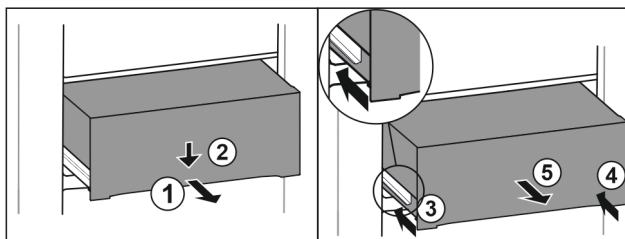

Fig. 86
- ▶ Zásuvku napůl vytáhněte. Fig. 86 (1)
- ▶ Stlačte zásuvku na přední straně dolů. Fig. 86 (2)
- ▶ Zasuňte levou kolejničku přibližně do 2 cm. Fig. 86 (3)
- ▶ Zasuňte pravou kolejničku přibližně do 2 cm. Fig. 86 (4)
- ▶ Vyjměte zásuvku dopředu. Fig. 86 (5)